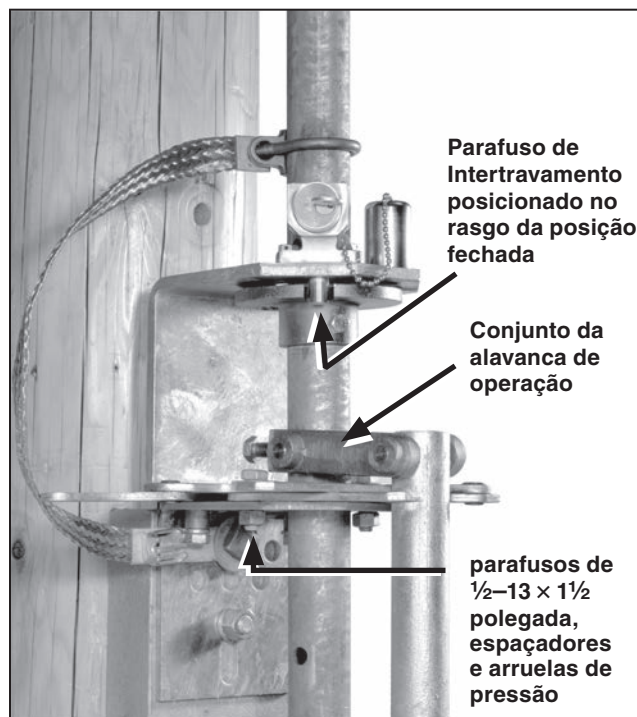

Figura 25. Fixação do conjunto da sapata-base.
PASSO 21. Aparafuse o conjunto da sapata-base ao poste na posição mostrada no diagrama de montagem. Use um dos parafusos para fixar uma ponta da cordoalha de aterramento (o lado com o conector de aterramento instalado) à sapata-base. Ver Figura 25.
Dê um aperto no parafuso de ajuste perfurante do conjunto da alavanca de operação, perfurando o tubo. Continue apertando até que seja sentida uma resistência firme. Ver Figura 25.